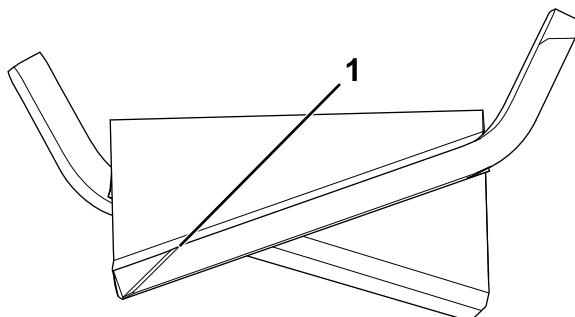

Figura 106
1. Utilizzate una lima o uno strumento di affilatura per affilare il tagliente a entrambe le estremità della lama (Figura 106).
Nota: Se la lama è sbilanciata, limate parte del metallo dall'estremità pesante della lama solo nell'area della costa (Figura 106).